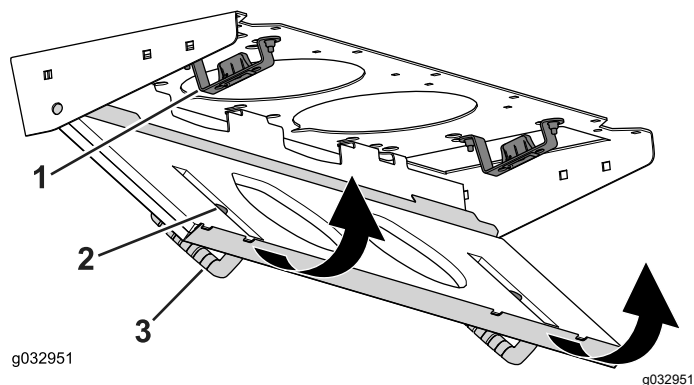

Figure 83
4. Faites pivoter le filtre sur les languettes jusqu'à ce que le pêne s'enclenche dans la gâche (**Figure 83**).